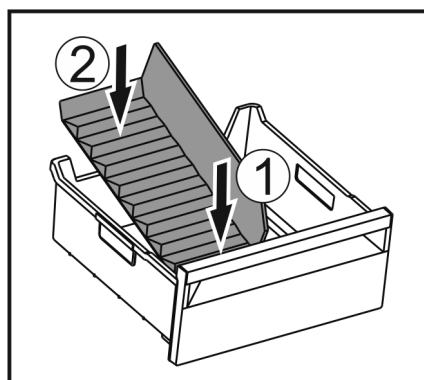

Fig. 149
- ▶ Vložte přední část přepážky přihrádky na led. Fig. 149 (1)
- ▶ Zadní část přepážky přihrádky na led spusťte až na dno zásuvky. Fig. 149 (2)